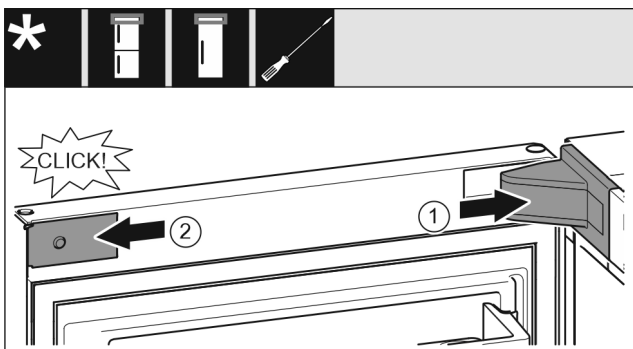

Fig. 20
- ▶ Поставете и фиксирайте капачката на лагерната стойка, при нужда внимателно го натиснете настрани. Fig. 20 (1)
- ▶ Поставете странично капачката и я фиксирайте. Fig. 20 (2)